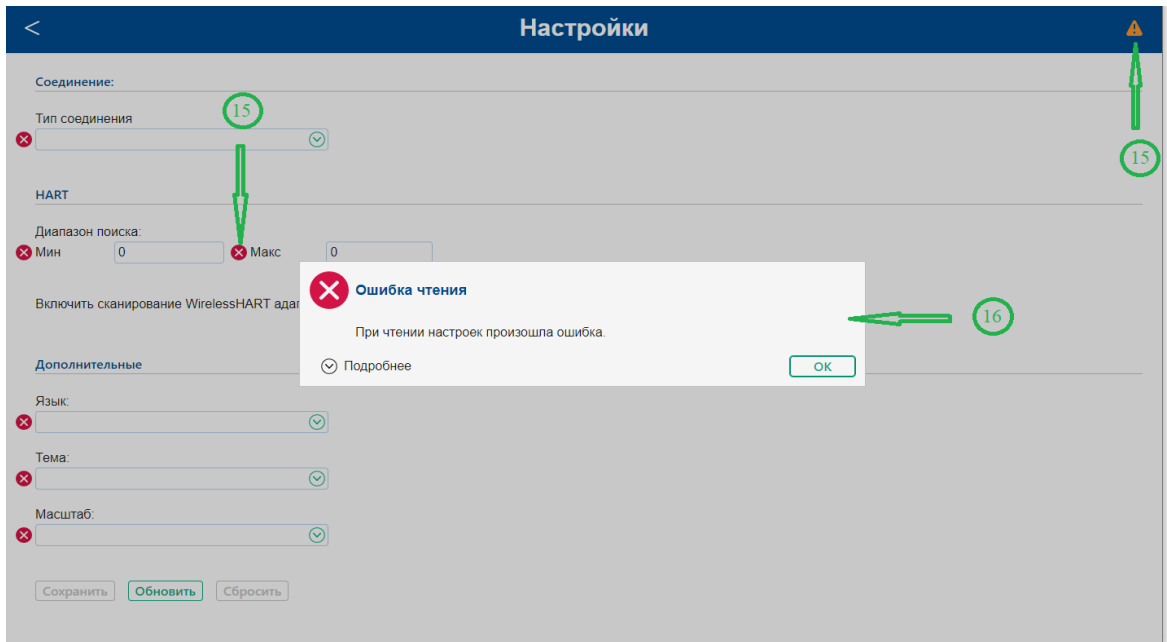

Рис. 12 Элементы конфигурационного окна
- 15. Пиктограмма элемента управления или навигационной панели – (рис.12) (пункт 5.25)